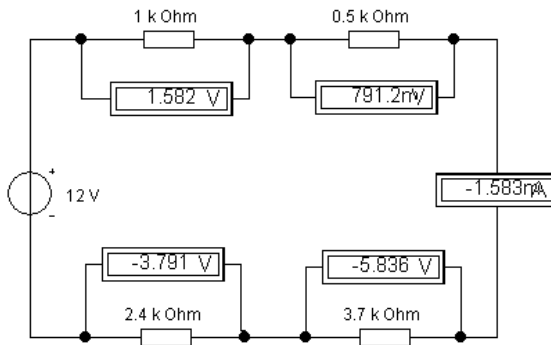

Рис. 4. Проверка второго закона Кирхгофа
4. Собрать схему, показанную на рис. 4. Проверить второй закон Кирхгофа, для чего измерить напряжения на элементах цепи и величину тока, протекающего в цепи.